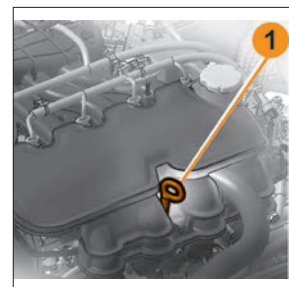

Рис. 4. Проверка уровня масла в картере двигателя
В варианном исполнении автомобиля LADA Vesta для зарядки аккумуляторов внешних периферийных устройств (ноутбук, планшетный компьютер, смартфон) предусмотрена розетка USB (рис. 4, поз. 2) с номинальным напряжением 5 вольт (V) и номинальным током нагрузки не более 2 ампер (A). Для подключения заряжаемого устройства должен быть использован разъем USB, тип A.